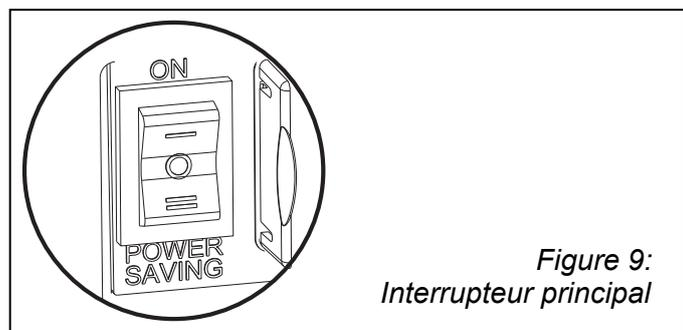

Figure 9: Interrupteur principal
Placer l'interrupteur principal en position I ("ON") (figure 9) ou II ("Power saving"). En position II, la batterie est économisée lorsque la charge est en dessous de 40 W. Le AC Master est en mode scan et se met en route lorsqu'il détecte une charge. Lorsque le AC Master se met en route, un petit bip se fait entendre.
Placer l'interrupteur principal en position 0 ("OFF") (figure 9). Noter que l'arrêt du AC Master ne déconnecte pas les batteries!
1. Placer l'interrupteur principal sur 0 ("OFF") (figure 9).
| Tous les voyants sont éteints. | Interrupteur principal (figure 9) est en position OFF. | Mettre l'interrupteur principal en position ON (figure 9). |
| LED sortie clignote vert, LED sinusoïdal clignote vert, LED alimentation vert continu. | Power saving : convertisseur est en mode Power saving. | Augmenter la charge ou mettre l'interrupteur sur I (figure 9). |